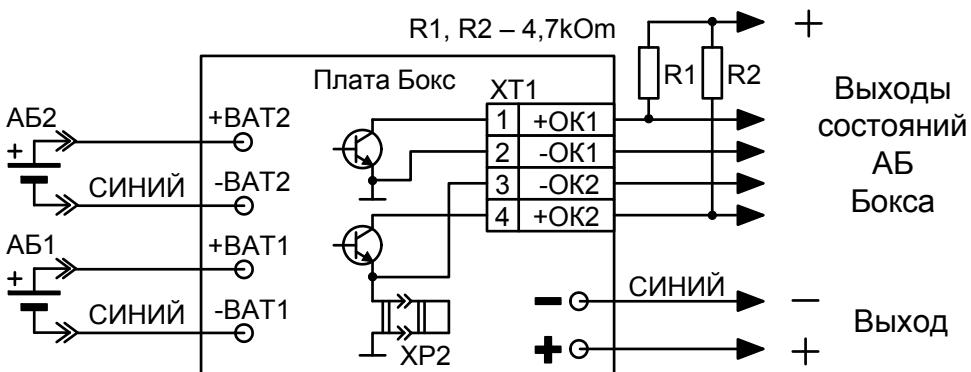

Рис.3
– с помощью двух выходов «ОК» (типа «открытый коллектор») при подключении к другим источникам питания и контролем состояния АБ Бокса внешними устройствами (схема подключения Рис.3). Максимально допустимые напряжение и ток коммутации выходов «ОК» – 30 В, 100 мА.
2.2.5 Порядок подключения к другим источникам питания и внешним устройствам (схема рис.3).
1) Подключить провода кабеля, идущего от интерфейсного разъема XT1 Бокса, к соответствующему клеммам внешнего контролирующего устройства (КУ) согласно схеме приведенной на Рис.3. Резисторы R1, R2 могут быть в пределах 1...30 кОм и выбираются пользователем в зависимости от характеристик КУ, например, из состава ЗИП КУ.
2.3.2 При подключении Бокса по схеме на рис.3 Бокс производит тестирование батарей по внутреннему алгоритму в автономном режиме. Состояние выходов ОК1 и ОК2 соответствуют таблице 1.